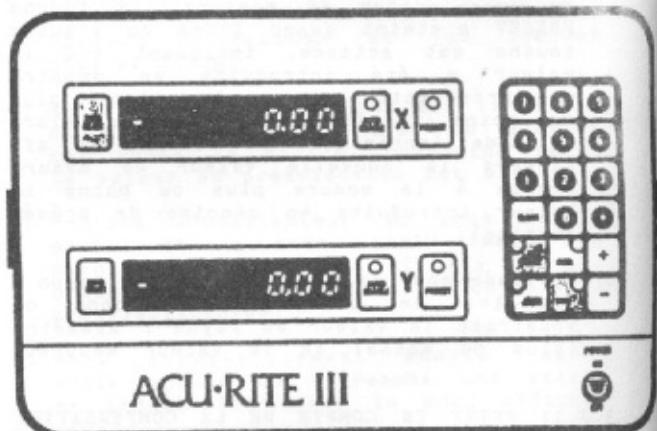

Figure 3.5 Position du compteur : mise à zéro
c) appuyer sur les touches ZERO RESET pour chaque axe de façon de remettre à zéro le mode absolu. Le signe plus et des zéros seront affichés (voir Figure 3.5)
e) appuyer sur les touches ZERO RESET pour chaque axe afin de mettre à zéro le mode incrémental, et des zéros avec le signe plus seront affichés (voir Figure 3.5)